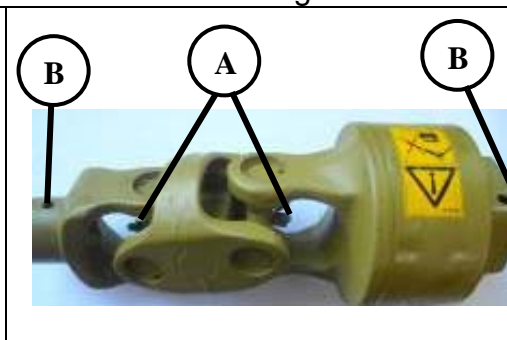

Fig. 15
1. Vérifier le niveau d'huile de lubrification dans le réducteur à travers le bouchon prévu à cet effet situé sur le côté du réducteur (Fig. 15 – Réf. A) ; la quantité d'huile est suffisante si en dévissant le bouchon, l'huile suinte du trou. En cas de nécessité de remplissage d'huile, utiliser le bouchon placé sur la partie supérieure du réducteur (Fig. 15 – Réf. B).
4. Contrôler le niveau du lubrifiant dans le carter de la chaîne (Fig. 17 – Réf. A) et dans la boîte du réducteur (Fig. 15 Réf. A et B).